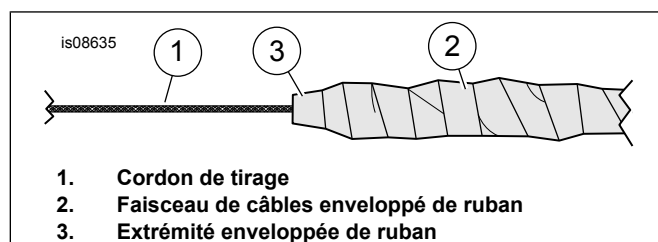

Figure 2. Cordon de tirage et faisceau de câbles
4. Consultez Figure 2 .
- b. Enveloppez de ruban adhésif (2) le faisceau, les cordons et les broches.
- c. Le ruban devrait devenir plus étroit à son extrémité (3) et être flexible afin de l'acheminer plus facilement dans le guidon.